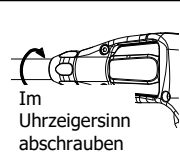
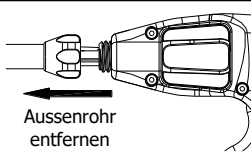

Abb.5
Abb.6
2. Nehmen Sie das Außenrohr (Abb. 6) ab, indem Sie den Abzug durchdrücken und den Knopf im Uhrzeigersinn abschrauben (Abb. 5).